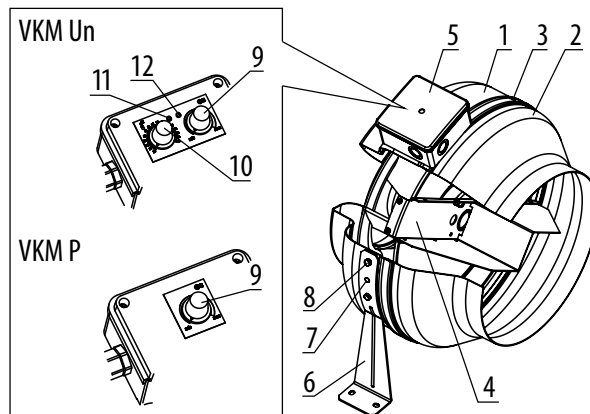

Abb. 1
Die elektronische Steuereinheit dient der stufenlosen Regelung der Geschwindigkeit des Ventilatorlaufrades (Luftdurchsatz). Die Geschwindigkeit wird mit dem Drehzahlregler (9, Abb. 1) gesteuert.
**Die VKM Un Ventilatoren sind mit einem Temperatur- und Drehzahlregler ausgestattet** (siehe Abb. 1).